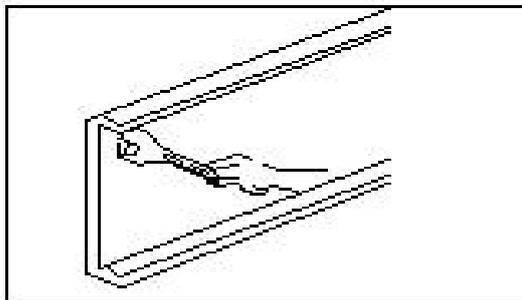

Figura 4
3. Fissare la dima di fissaggio con l'utilizzo di tasselli viti e rondelle assicurandosi che sia ben assicurata (Figura 4) e successivamente sarà possibile montare l'intera unità